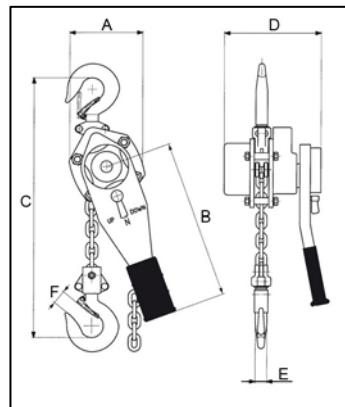

Fig 3 Måttskiss
### Tabell 1 Måttuppgifter (se fig 3 måttskiss)
Se till att blocket hängs upp i öglor, schackel eller dylikt som har tillräcklig bärighet. När kättingen stramas upp skall de båda krokarna ligga i linje med varandra (fig 3 a).
**OBS!** Varken block, krokar eller kätting får utsättas för böjpåkänning (fig 3 b och c samt 4).
Fig 3 a
Fig 3 b
Fig 3 c